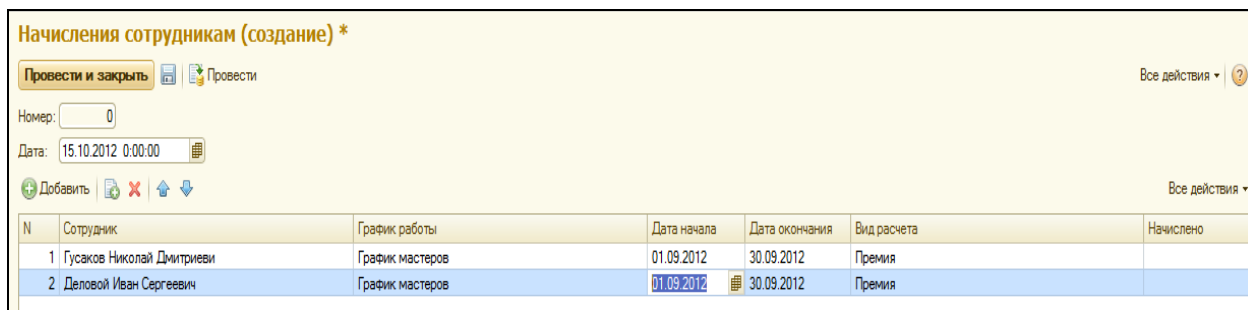

Рисунок 8.13 Документ «Начисления сотрудникам № 2»
8. Перейти в пользовательский режим. Создать новый документ Начисление сотрудникам № 2, в котором начислим премию за текущий месяц двум сотрудникам (рис.8.13).